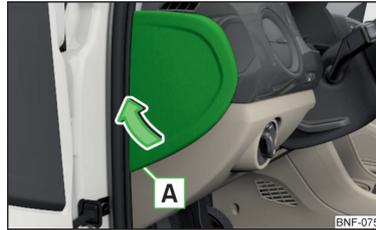

Abb. 167
- Einen Schlitzschraubendreher in die Aussparung A in der Abdeckung einführen » Abb. 167.